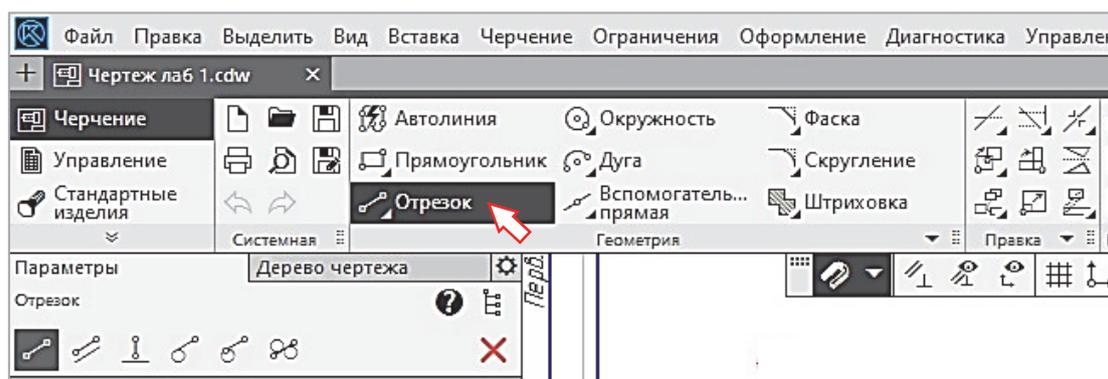

Рис. 1.2-1
1. Для построения отрезка нужно выбрать на ленте инструментов команду **Черчение** → **Геометрия** → **Отрезок**, нажав кнопку  (рис. 1.2-1).